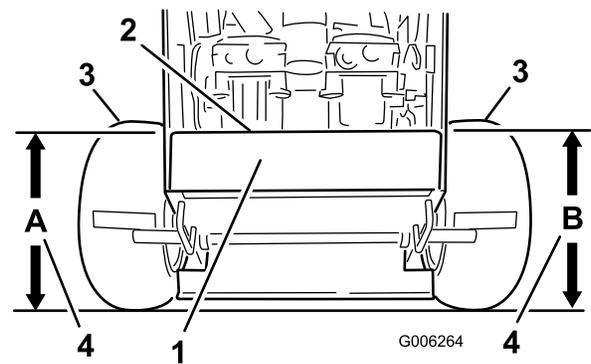

Figure 68
- Mesurez la hauteur du plancher moteur au point **A** (Figure 68).
- Mesurez la hauteur du plancher moteur au point **B** (Figure 68).